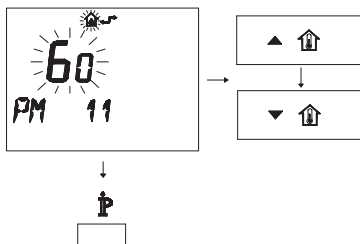

Figura 5.59
- Per modificare il SET programmato agire sui pulsanti  o  e aspettare che il numero programmato cominci a lampeggiare (Figura 5.59). Ogni passo incrementato o decrementato corrisponde a 1 secondi.